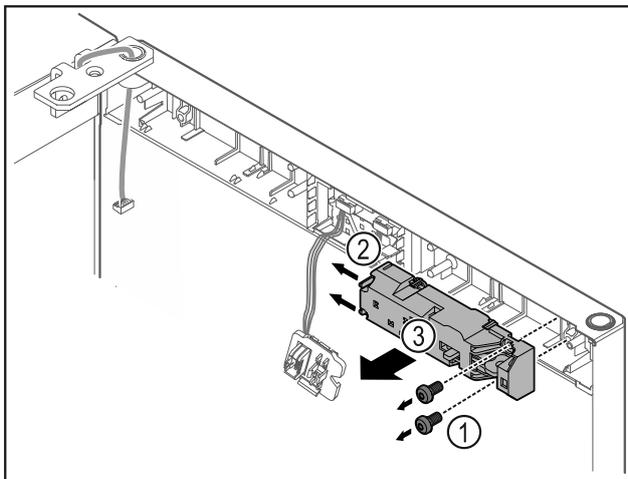

Fig. 20
- Retirer les vis Fig. 20 (1).
- Pousser les ergots sur le côté Fig. 20 (2) et retirer la serrure électrique Fig. 20 (3).